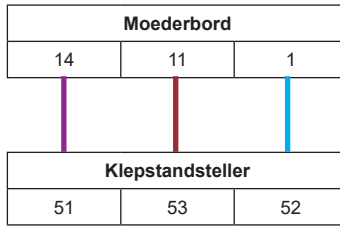

Fig. 26 Aansluitschema installatie klepstandsteller (1 – 6 kN)
- 1 - 6 kN: Sluit de DE kabelboom aan (oriëntatie getoond in Fig. 25) zoals aangegeven in Fig. 26 "Aansluitschema installatie klepstandsteller (1 - 6 kN)".